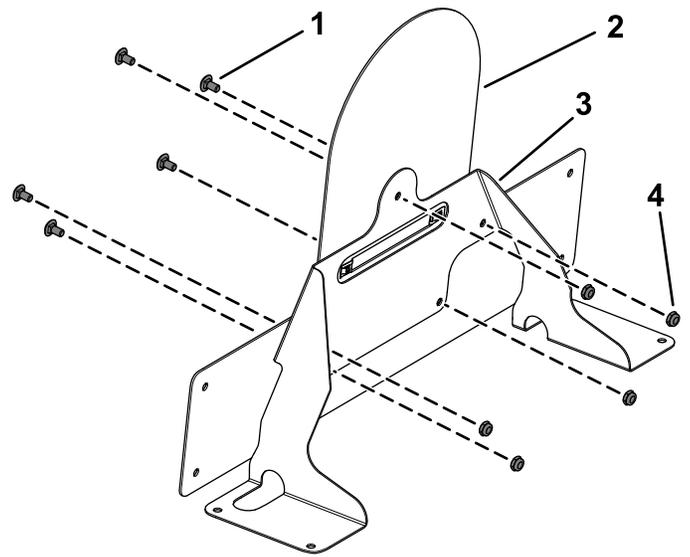

**Bild 26**
6. Montieren Sie die beiden Blechmuttern an der Halterung für die Geschwindigkeitsplatte (Bild 26).